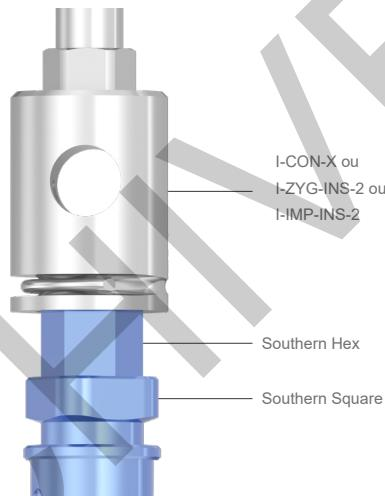
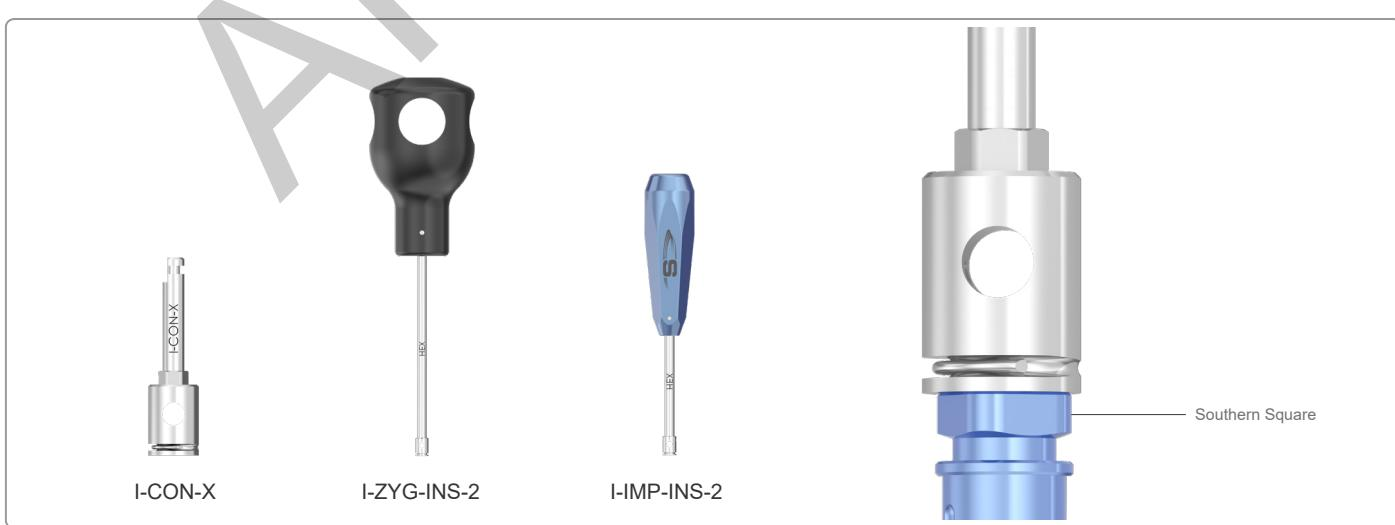

Figure 2 : Pas complètement engagé I-CON-X/I-ZYG-INS-2/I-IMP-INS-2
Figure 3 : Complètement engagé I-CON-X/I-ZYG-INS-2/I-IMP-INS-2
2. Assurez-vous que l'I-CON-X ou I-CONU-X/XS est complètement engagé conformément à la (Fig. 3). Si la pièce I-CONU-X/XS ou I-CONU-X/XS n'est pas complètement engagée, comme l'indique la (Fig. 2), l'outil d'insertion et/ou la monture peuvent être endommagés.
L'I-CON-X/I-ZYG-INS-2/I-IMP-INS-2, s'engage dans l'hexagone Southern du support de fixation. Cette image montre un support de fixation qui n'est pas complètement engagé, ne pas procéder. (Fig. 3) illustre la manière appropriée de l'engager.